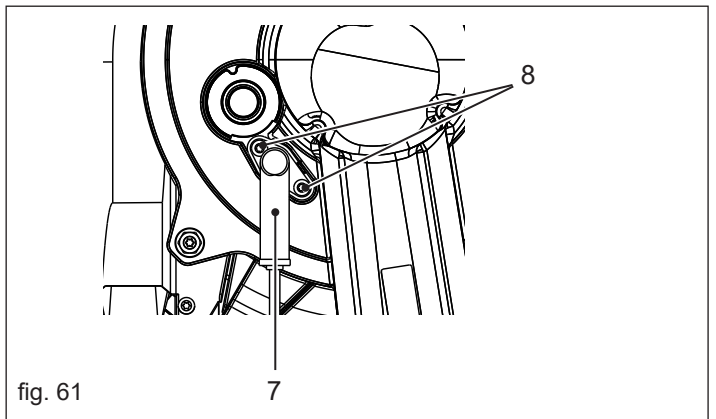

fig. 61
- Déconnectez l'électrode d'allumage et le fil de mise à la terre de l'allumeur (7-fig. 61)
- Dévissez les vis de l'électrode (8-fig. 61)